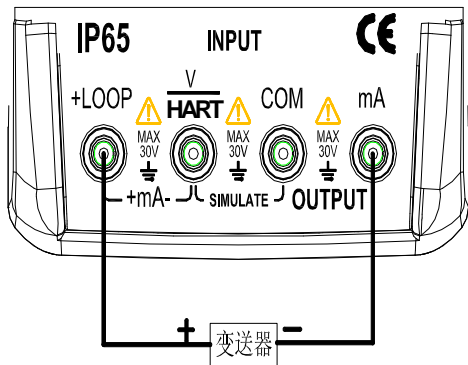

图 5-5
1. 将测试笔插入仪表输入端（INPUT）的+LOOP 和 mA 插孔内，如图 5-5 所示。